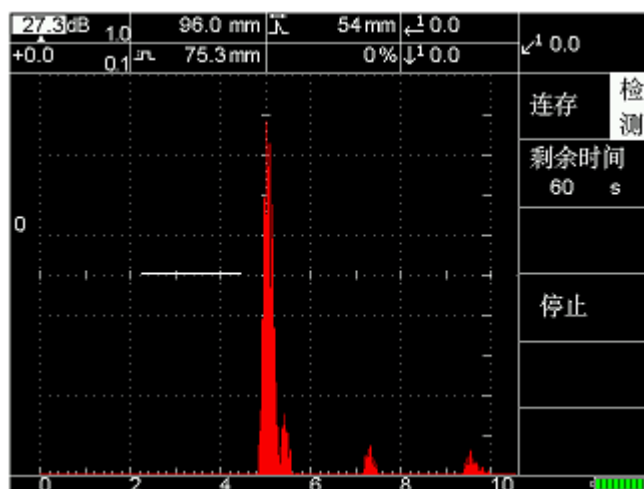

图 6-9
(2) 按【B】仪器开始连续存储动态波形，此时在【A】开始倒计时，倒计时开始时间即为 6.4.1 节设定时间（图 6-9）。